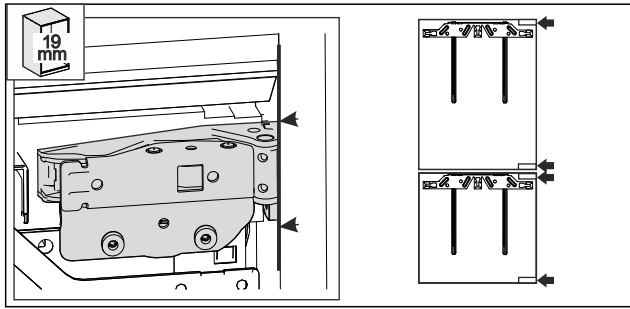

Fig. 56
- 19 mm dicke Möbelseitenwand: die vordere Kante der Scharniere ist eben mit der Vorderseite der Möbelseitenwand ausgerichtet. Fig. 56 ()